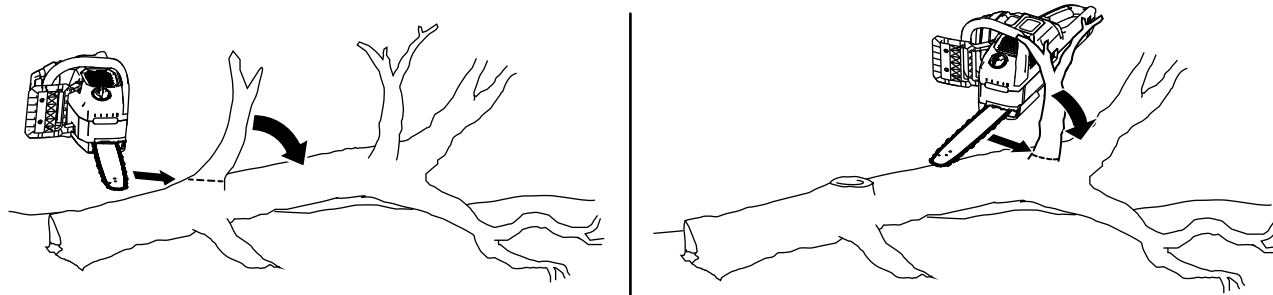

Figure 17
2. Au-dessus de la base de l'arbre, coupez les petites branches qui ne supportent pas le poids de l'arbre au-dessus du sol (Figure 17).